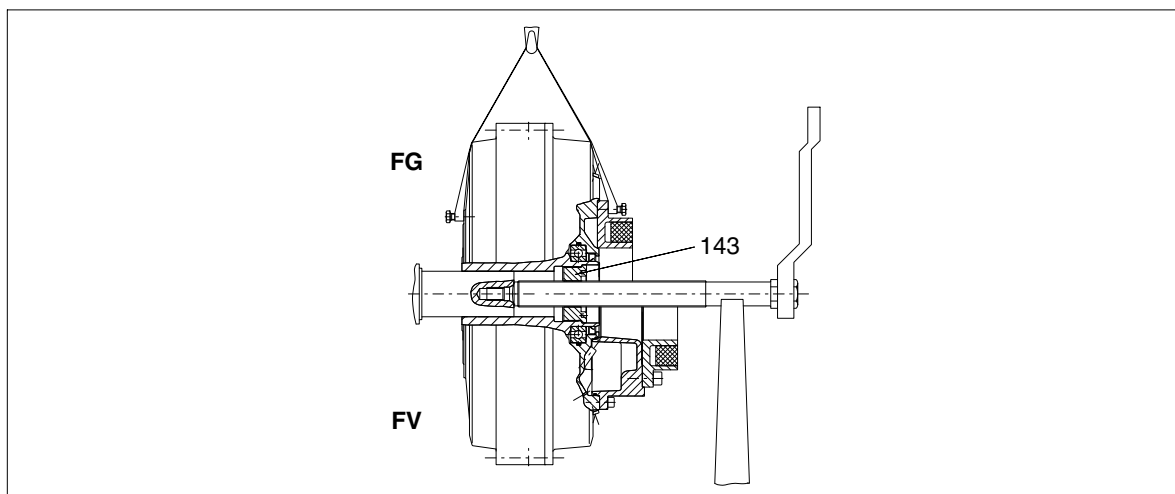

Рис. 15: Опора ходового винта
- При этом ходовой винт закрутить в существующую отжимную резьбу (размер G) втулки (143) и повернуть до упора концевой цапфы вала в предохранительный конус центрального отверстия (рис. 15).
- Предусмотреть опору ходового винта с целью предотвращения изгиба и перекашивания (смотри рис.15).